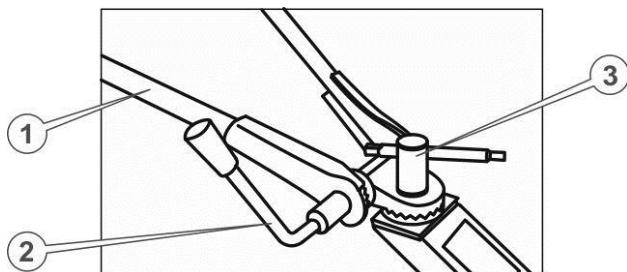

Рисунок 5. – Регулювання кута керма
8. Звільнити кермо від пакувальної плівки. Відкрутити затискну гайку з важелем і витягнути стяжний болт. Встановити кермо на рульову стійку центрального вузла, попадаючи зубцями в зубці (див. рис. 5.), вставити стяжний болт так, щоб його головка зайшла в шестигранне поглиблення в